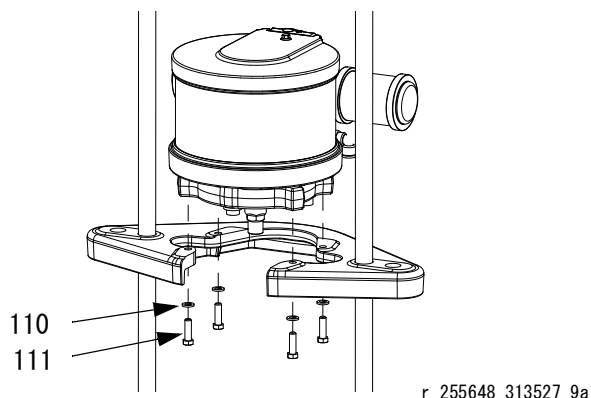

図 25 : NXT 55 ガロン プラテン付き NXT 2200-6500 の場合
- b. NXT 55 ガロンプラテン付き NXT 200-1800 の場合 (D200 3 インチおよび D200s 6.5 インチ供給ユニット) : モーターを取り付け板に固定しているネジ (111) およびワッシャ (110) を取り外します。図 25 を参照してください。
2. *NXT200-1800* の場合：ネジ (111) およびワッシャ (110) を使用してモーターを取り付け板に取り付けます。図 25 (27 ページ) を参照してください。
- b. エアホースをモーターに接続します。遠隔 DataTrak を使用している場合、エアモーターの電氣的接続部を接続します。図 25 (27 ページ) を参照してください。
3. エアホースをモーターに接続します。遠隔 DataTrak を使用している場合、エアモーターの電氣的接続部を接続します。図 25（27 ページ）を参照してください。